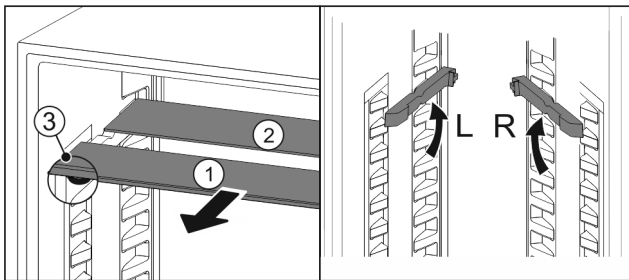

Fig. 17
- ▶ Extrageți Fig. 17 (1) pe rând plăcile de sticlă spre înainte.
- ▷ Placa de sticlă Fig. 17 (1) cu șipca decorativă se află în față.
- ▷ Opritoarele Fig. 17 (3) indică în jos.